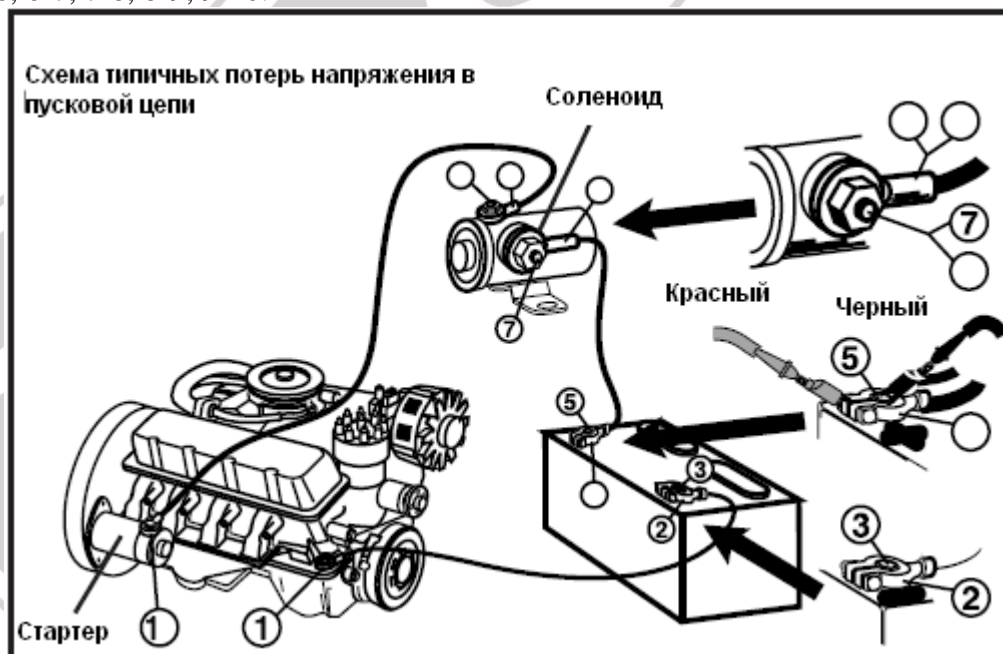

Рис. 9
3. Сверьтесь со схемой типичных потерь напряжения в пусковой цепи. (см. рис. 9)